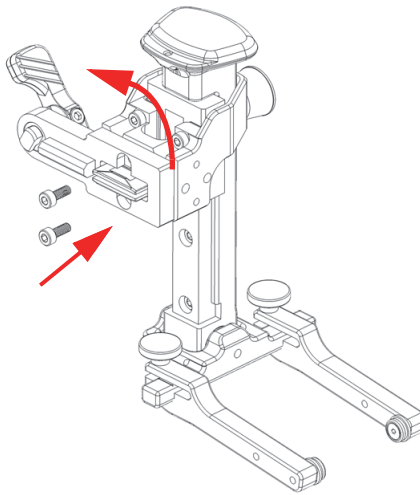

Рис. 2-20 Переключение кронштейна подпружиненного рычага
2. Поверните кронштейн подпружиненного рычага на 180 град. (Рис. 2-20 на стр 56).
3. Установите оба винта на место (Рис. 2-20 на стр 56).